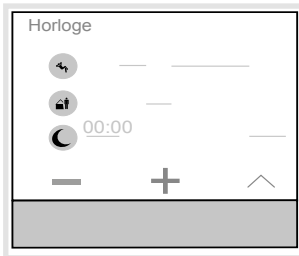

Figure 13 : Réglage de l'heure de commutation
- L'affichage bascule vers le réglage de l'heure de commutation (figure 13).
- Avec les touches $- / +$, régler l'heure d'activation/de désactivation (figure 13).